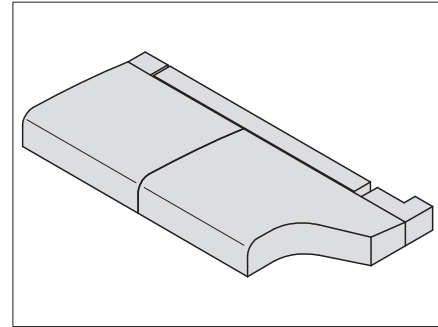
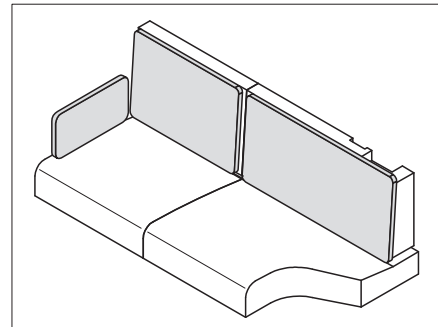

Bild 158 Sitzauflagen positionieren
Bild 160 Polster für Rückenauflagen
- Sitz-, Rücken- und Zusatzpolster wie in Bild 158 bis Bild 160 gezeigt auflegen.